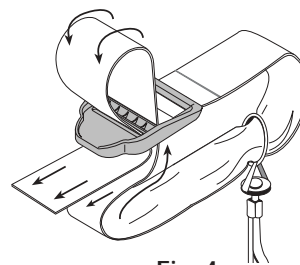

Fig. 4
2. Tirez la bandoulière par-dessus la traverse et à travers la fente de la boucle (fig. 4).